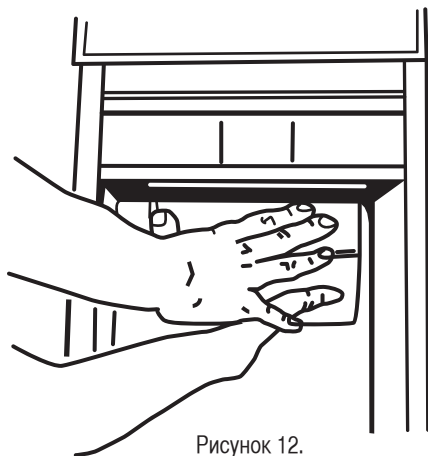

Рисунок 12.
4. Другой рукой толкайте переднюю часть трамбуемого элемента назад до тех пор, пока он не отщелкнется (Рисунок 12).